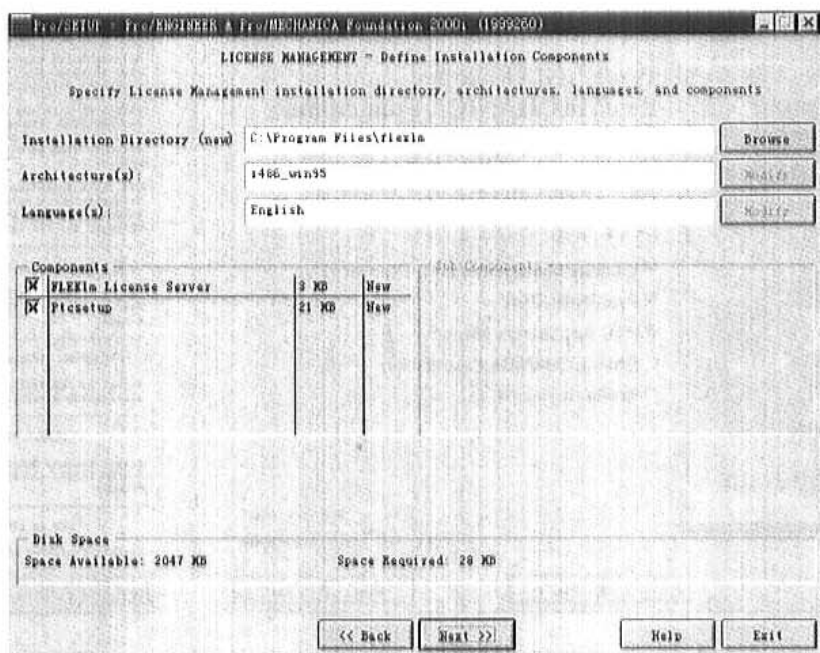

图 1-5 定义安装组件对话框
(3) 单击 Next 按钮, 将进入如图 1-5 所示的对话框中。在该对话框中, 需要设置许可管理器的安装路径以及选择语言。同时, 提示硬盘剩余空间以及建议所需空间大小。建议采用路径 C:\Flexlm。